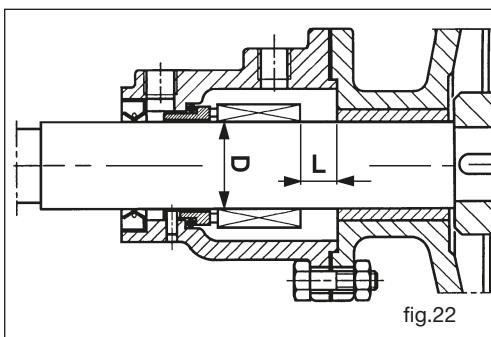

fig.22
- Introduzir o flange-suporte (09).
**IMPORTANTE** A tabela indica o diâmetro D do eixo e a distância L entre a vedação (66) e o flange-suporte (09) não bloqueada, mas apoiada à parte traseira do rotor (fig. 22)
- Montar com cuidado a parte fixa (66.6) no porta-vedação (80).
- Montar a borda de vedação (68) no porta-vedação (80).